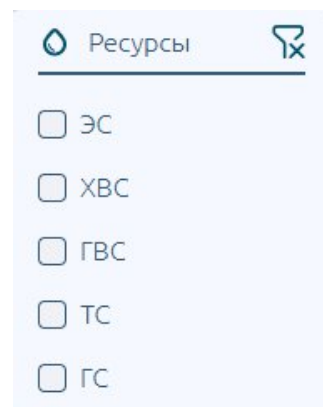

Рис. 9: Фильтр Ресурсы
- Ресурсы - сортировка по ресурсам учета (Рисунок 9)